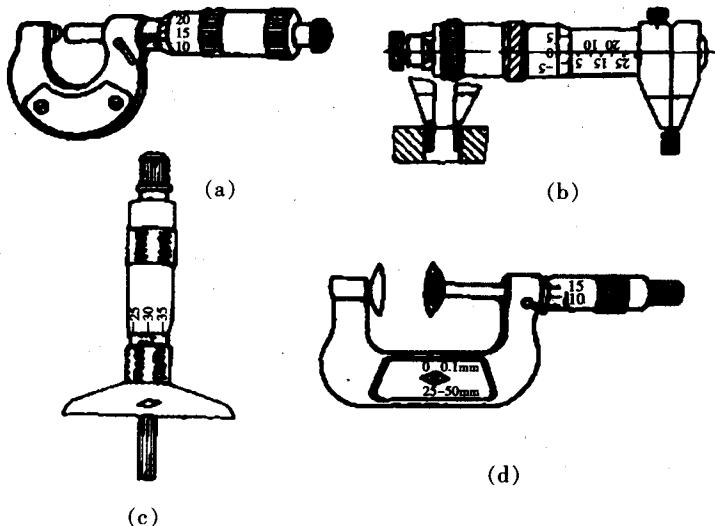

图1-10 千分尺
1) 千分尺的种类很多,例如外径千分尺、内径千分尺、深度千分尺及公法线千分尺等,如图1-10所示。